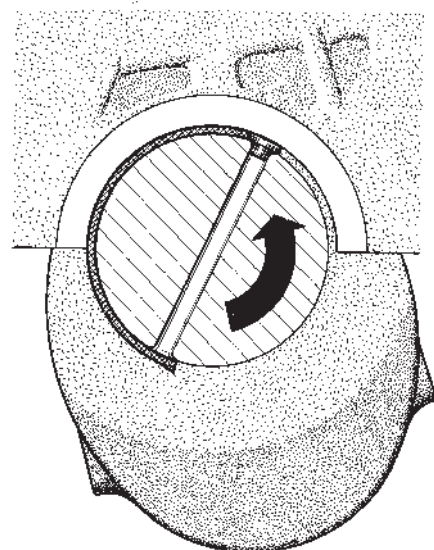

Fig. 59 Remplacement des coussinets de vilebrequin
5. Tourner le vilebrequin jusqu'à découvrir son orifice de passage d'huile. Mettre une cheville dans cet orifice de façon à ce qu'elle puisse entraîner le coussinet supérieur lorsqu'on tourne le vilebrequin (figure 59).